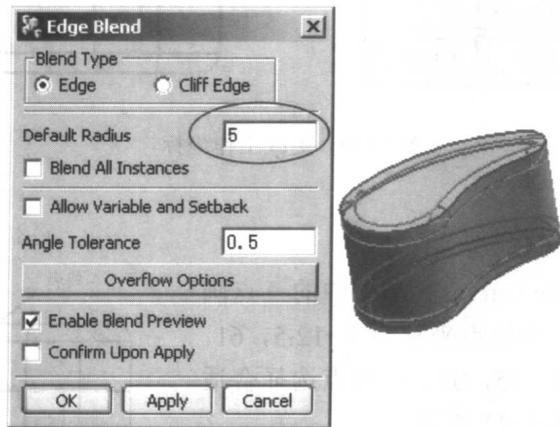

图 1-8 实体倒角
(2) 周边倒圆。利用 Form Operation→Edge Blend 给锤头体周边倒圆。倒圆角 $R=5\text{mm}$ ，如图 1-8 所示。